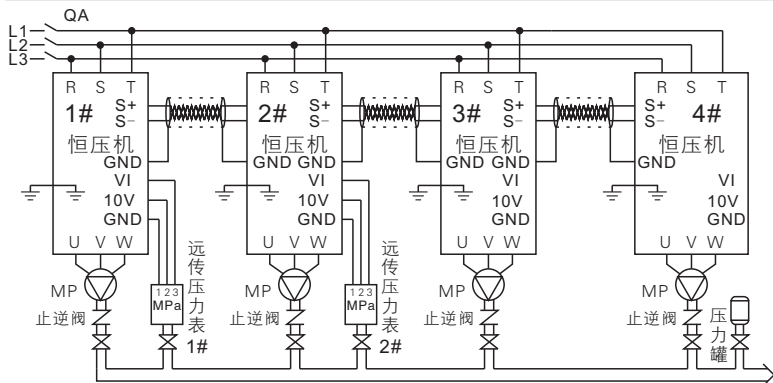
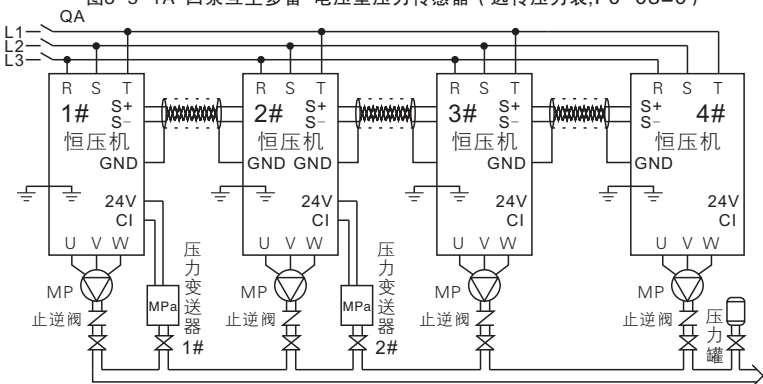

图3-5-1A 四泵互主多备-电压型压力传感器 (远传压力表,F0-03=0)
图3-5-1B 四泵互主多备-电流型压力传感器 (压力变送器,F0-03=1)
- ① 先接主回路输入端 (三相: R、S、T, 单相: R、T) 输出端 (U、V、W到异步电机)
- ② 再将压力传感器的信号线连接到智能恒压机, 连接电压型远传压力表参照图3-5-1A, 连接电流型压力变送器参照图3-5-1B。
- ③ 通信线连接, 用双绞屏蔽线将四台智能恒压机端子S+、S-同名端子对应连接。
- ① 供电后，将F0-00设置0为手动模式，按运行键查看水泵叶轮旋转方向是否正确，若方向反转，断电后将电机线任意两相对调即可。
- ② 首次启动，可使用手动模式给水泵、管道排气。
- ① 设置压力传感器最大量程F0-04（参见下表F0-04说明）。
- ② 在手动模式下启动查看恒压机上的反馈压力是否与实际压力一致，长按▲键或▼键增加或减少水泵转速观察反馈压力是否同时改变一致，若一致，说明压力传感器接线正确。（观察1#泵）
- ① 首次启动或遗忘参数时，恢复厂家参数（F0-24设置“1”确定）
- ② 按照3.5.3参数设置表逐项进行设置。F0-01~F0-04参数仅需在主机泵设置（双主机需要在1号、2号机分别设置参数）。